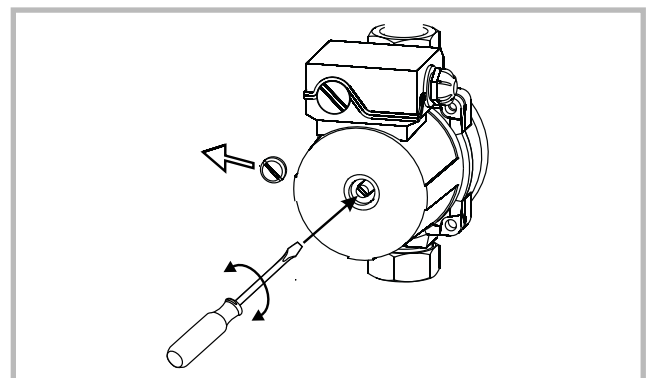

Figure 30 - Dégrippage du circulateur
- A la mise en service il est conseillé de vérifier que le(s) circulateur(s) tourne(nt) librement (fig. 30).